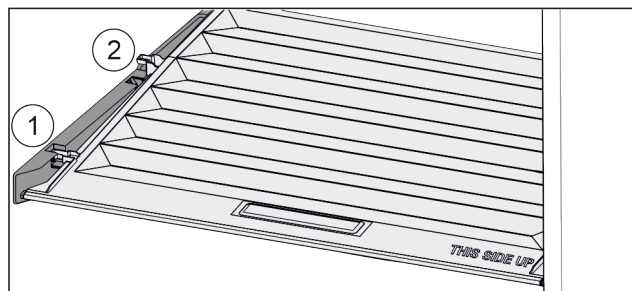

Fig. 25
- ▶ Trekk dekselet til åpningen i holdedelene fremover Fig. 25 (1).
- ▶ Løft ut nede bak og ta opp og ut Fig. 25 (2).